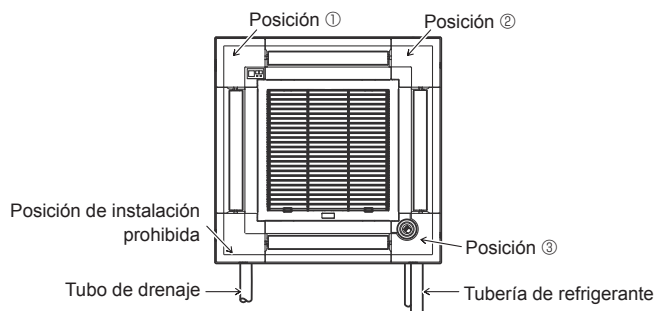

Fig. 9-11
Compruebe que los cables no queden atrapados en la cubierta de la caja eléctrica. Instale el panel angular del receptor de señales al panel y sujételo con el tornillo. El panel angular del receptor de señales no puede instalarse en el lateral del tubo de drenaje de la unidad principal. (Consulte la Fig. 9-11)
- El panel angular del i-see Sensor debería fijarse en la rejilla ① con el tornillo ③.
- * Si la posición del i-see Sensor se ha cambiado de la posición por defecto (posición ③) a la otra posición, cambie la configuración de funciones. (Consulte la página 89 y la Fig. 9-11)
- El panel angular del i-see Sensor no puede instalarse en el lateral del tubo de drenaje de la unidad principal. (Consulte la Fig. 9-11)